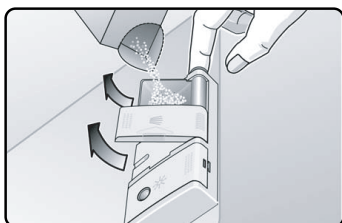

Figure 23/Illus. 23
3. With the dishwasher door half-open, press the blue button on the right side of the dispenser, as shown in Figure 23. The dispenser cover and chamber will swing upward. Fill the detergent chamber with the amount of detergent recommended in Table 1, using the measurement lines in the chamber as a guide.
3. La porte à demi-ouverte, presser la touche sur le côté droit du distributeur, figure 23. Le couvercle et la section se déplacent vers le haut. Remplir la section détergent avec la quantité recommandée de détergent, tableau 1. Utiliser les lignes comme décrit dans le guide.
3. Abra a medias la puerta de la lavadora de platos, oprima el botón azul en el lado derecho del surtidor, tal como muestra la Ilustración 23.